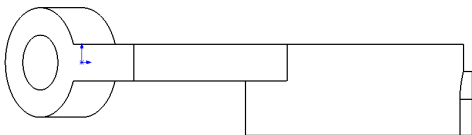

图 11-9 打开工程图文件
(1) 单击常用工具栏中的【打开】按钮，打开一幅工程图文件，如图 11-9 所示。